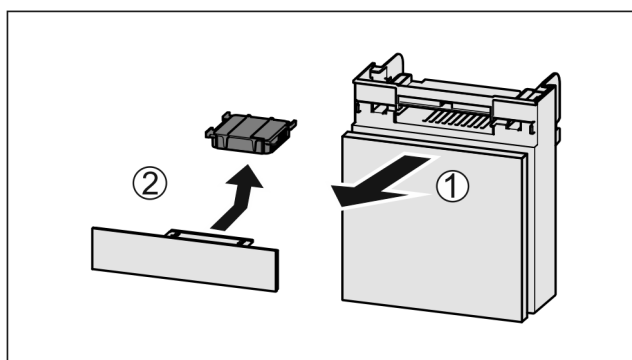

Fig. 161
- ▶ Vedä lokero etukautta pois Fig. 161 (1).
- ▶ Poista aktiivihilisuodatin Fig. 161 (2).